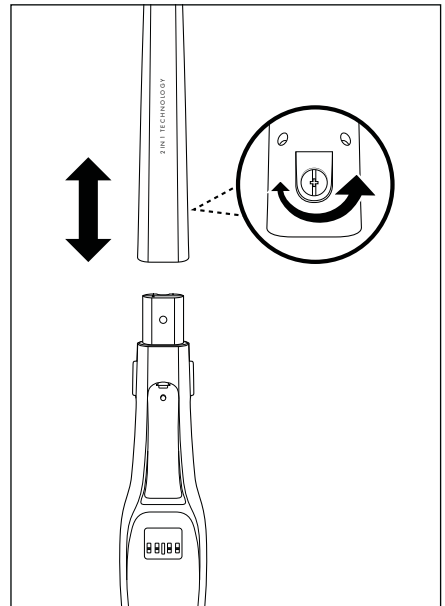

Fig. 1
- 1) Desatornille el tornillo ① de la parte posterior de la columna ⑩ con un destornillador en sentido antihorario. Retire el tornillo ① del orificio de la columna ⑩.
- 2) Coloque la columna ⑩ sobre el soporte de la columna del aparato. Desplace la columna ⑩ totalmente por el soporte de la columna hasta que quede bien fijada en el aparato (fig. 1).
- 3) Vuelva a colocar el tornillo ① en el orificio de la columna ⑩. Apriete bien el tornillo ① con un destornillador en sentido horario (fig. 1).